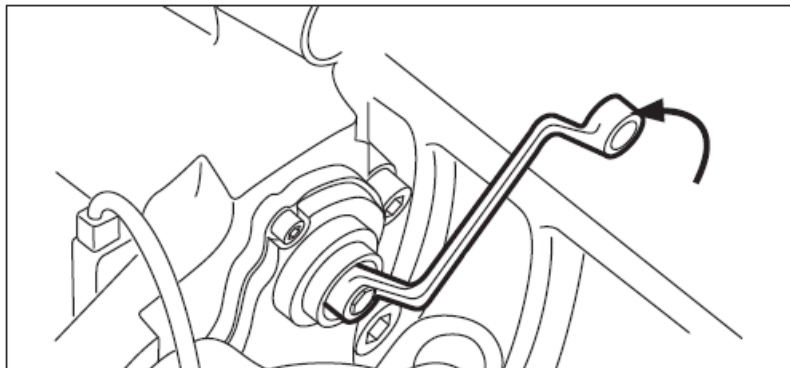

Figure 17 : Rotation à sens antihoraire
25. Avec le même outil, faites tourner l'adaptateur de cisaillement en sens antihoraire et tendez l'oreille pour entendre trois (3) clics sonores lorsque le mécanisme reculera, ou lorsque le jeu fonctionnel augmentera. Voir la **figure 17**.